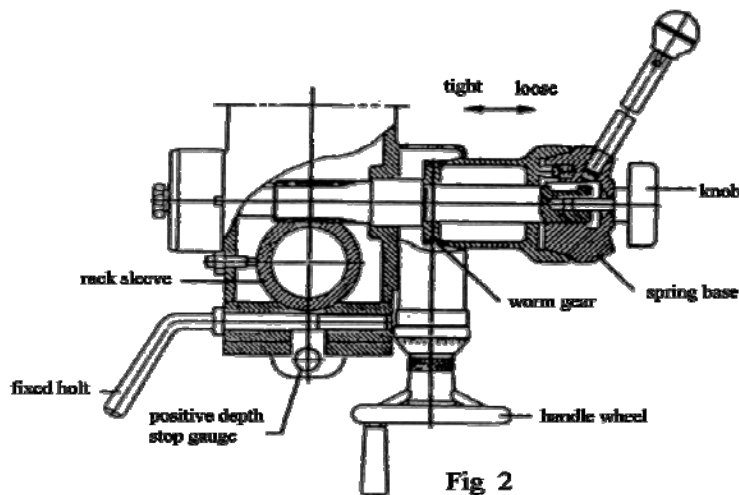

Fig 2
(4) Préparation du forage (voir fig. 2) (sauf système d'alimentation supplémentaire).
(5) Préparation au fraisage (voir fig. 2) (sauf système d'alimentation supplémentaire).